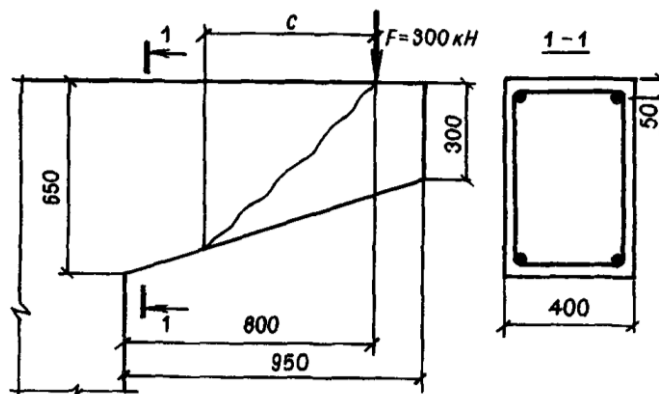

Рис. 1. Консоль
2. Консоль размерами (см. рис. 1) нагружена сосредоточенной силой  $F = 400$  кН, расположенной на расстоянии 0,8 м от опоры; бетон тяжелый класса В20 ( $R_{bt} = 0,8$  МПа при  $\gamma_{b2} = 0,9$ ); хомуты двухветвевые диаметром 8 мм ( $A_{sw} = 101$  мм2) из арматуры класса А-I ( $R_{sw} = 175$  МПа), шагом  $s = 200$  мм. Проверить прочность наклонных сечений по поперечной силе.